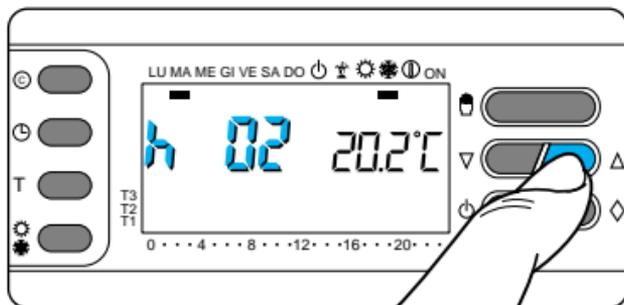

Fig. 30
5.4 - Premere il pulsante ∇ oppure \triangle sino a raggiungere il numero di ore desiderato da 1 a 99 (fig.30).